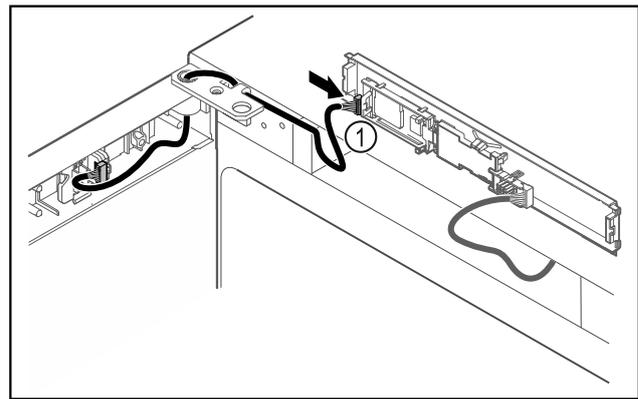

Fig. 46
- Collegare il connettore Fig. 46 (1) sulla scheda.